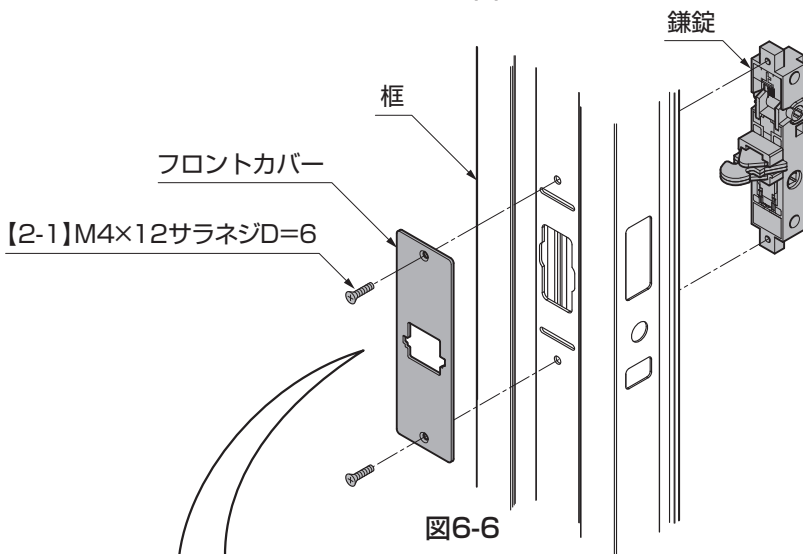

図6-6
- ① 錠掛け側の枠に、鎌錠を差込み、フロントカバーで枠を挟み込むようにして【2-1】で仮固定してください。（図6-6参照）